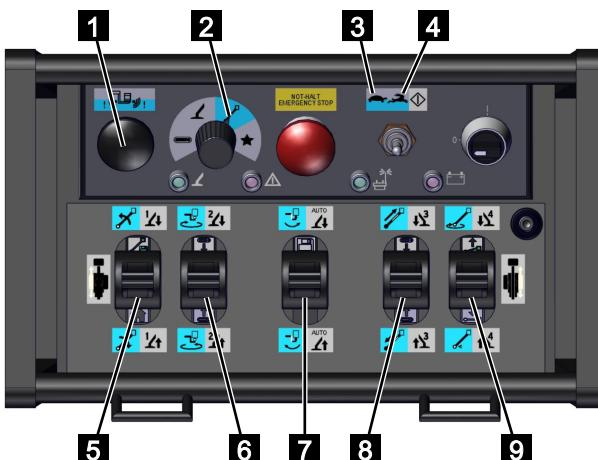

Abb. 165
5. Den Funktionswahlschalter an der Funksteuerung auf [Bühnenfunktion] (blau) (Abb.165/2) stellen.
6. Mit dem Betriebswahlschalter an der Funksteuerung die Geschwindigkeit [Kriechgang] (Abb.165/3) oder [Eilgang] (Abb.165/4) wählen.
7. In bestimmten Bereichen ist es erforderlich den Kollisionstaster zu betätigen. Hierzu muss der Kollisionstaster (Abb.165/1) gleichzeitig mit dem gewünschtem Steuerhebel gedrückt werden.
8. Bühne mit den Steuerhebeln (Abb.165/5,6,7,8 und 9) gemäß nachfolgender Tabelle bedienen.